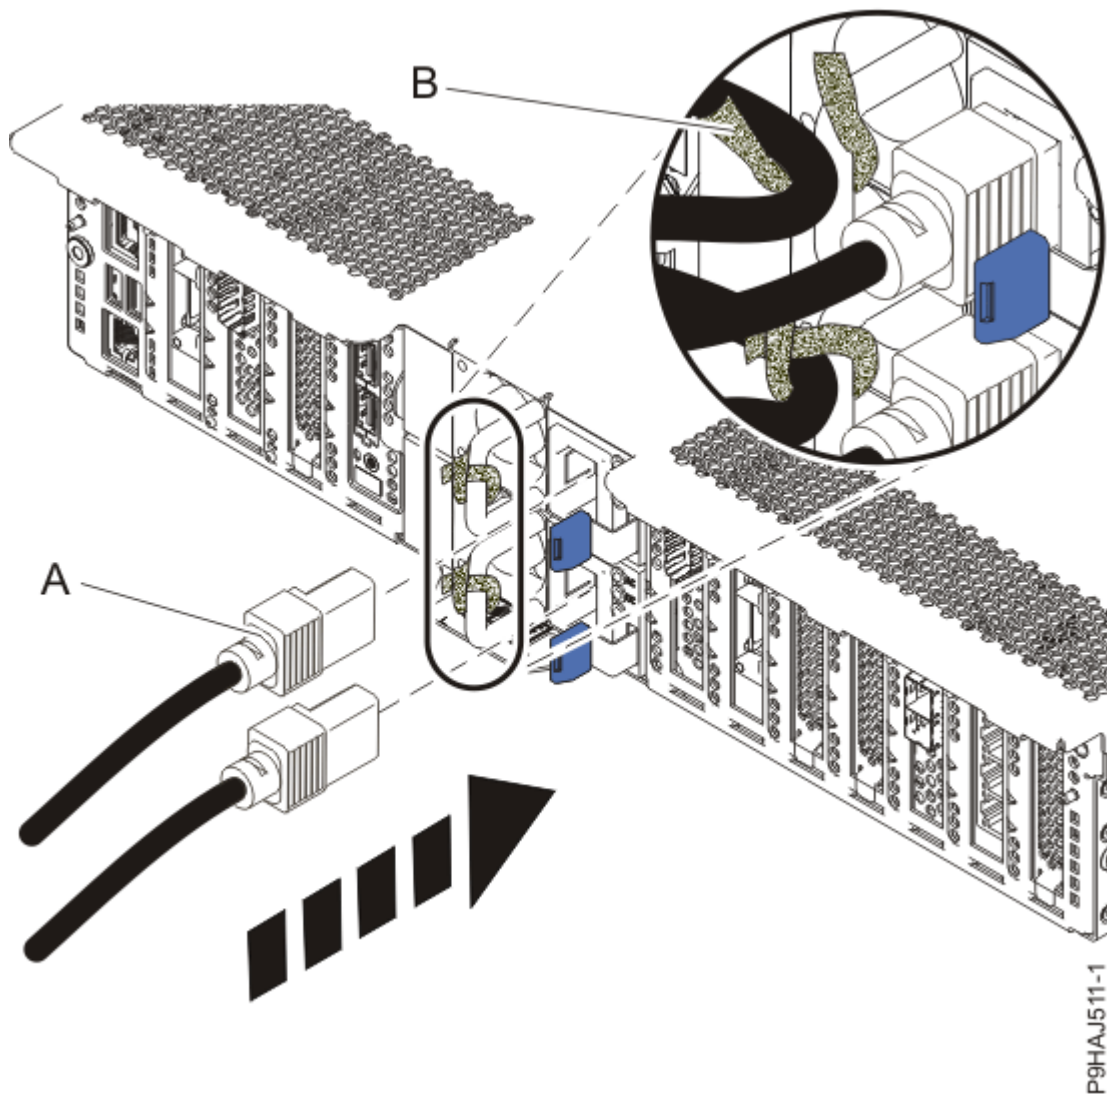

Figura 78. Connexió dels cables d'alimentació
5. Mitjançant les etiquetes, torneu a connectar els cables d'alimentació **(A)** a la unitat del sistema. Colleu els cables d'alimentació al sistema utilitzant les brides, **(B)**, tal com es mostra a la Figura 78 a la pàgina 92.